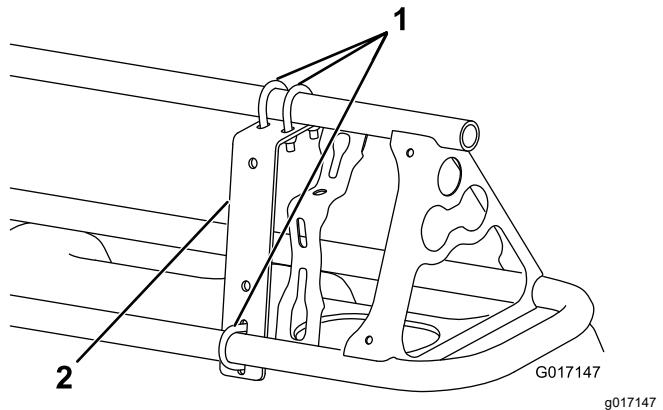
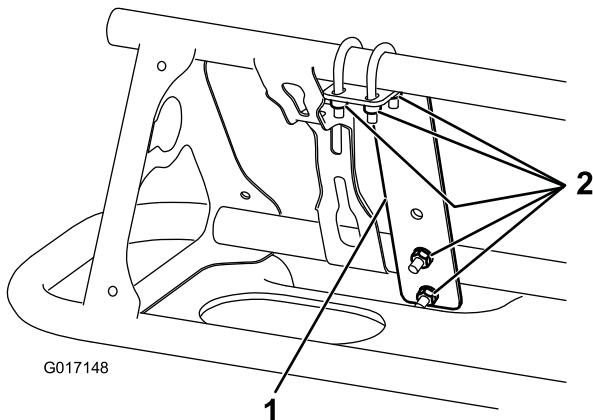

图 15
图 16
1. 用 3 个 U 形螺栓和 6 个锁紧螺母 1/4 英寸在靠近最外面喷嘴的每个喷洒臂的正面安装安装支架 图 15 和 图 16。